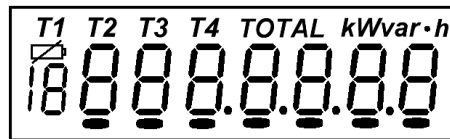

Рисунок 5 – Отображаемые символы и знаки на ЖКИ
Вид ЖКИ и набор отображаемых символов и знаков приведен на Рисунок 5
4.3.3 Включить сетевое напряжение и убедиться, что счетчик включился (запустился тест ЖКИ: – в течение 2 секунд на ЖКИ включены все сегменты, как показано на Рисунок 5, и затем отображает текущую информацию).